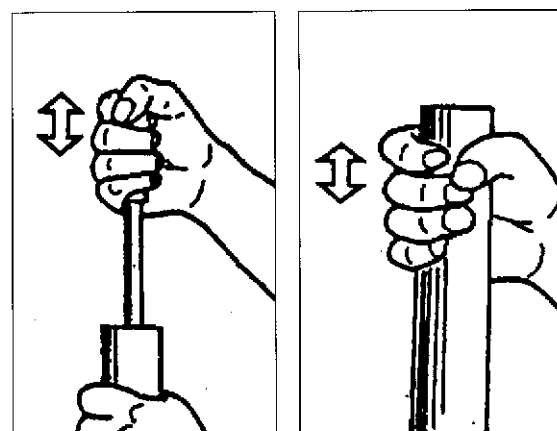

Fig. 6A
- 12) Die Kolbenstange und das Bein mehr als 10 Mal langsam pumper und dabei einen Hub von ca. 100 mm lassen (Bild 6A).